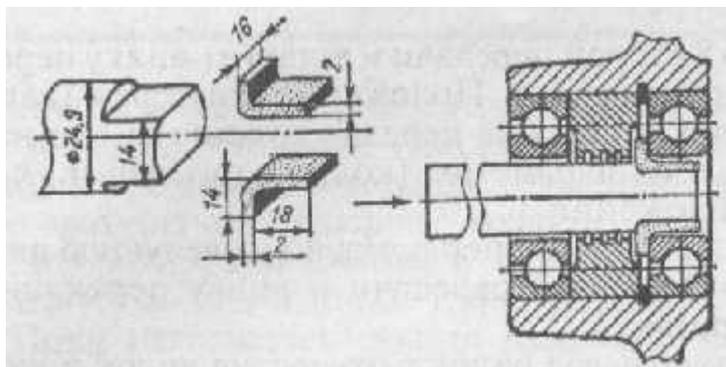

Рис. 121. Приспособление для выпрессовки коренных подшипников из картера двигателя, применяемое совместно с универсальным съемником
1. Вставив во внутреннюю обойму внутреннего подшипника приспособление (рис. 121), укрепить на левой половине картера универсальный съемник (как для выпрессовки коленчатого вала) и ввернуть болт съемника до упора в приспособление.